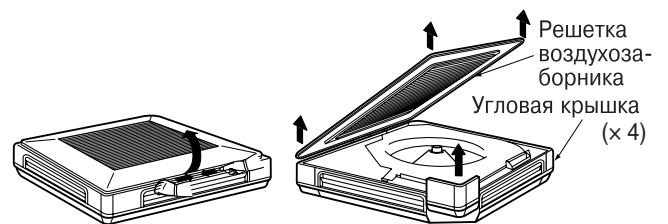

Рис. 4
- Отделите решетку воздухозаборника от корпуса. (См. рис. 4 и 5)